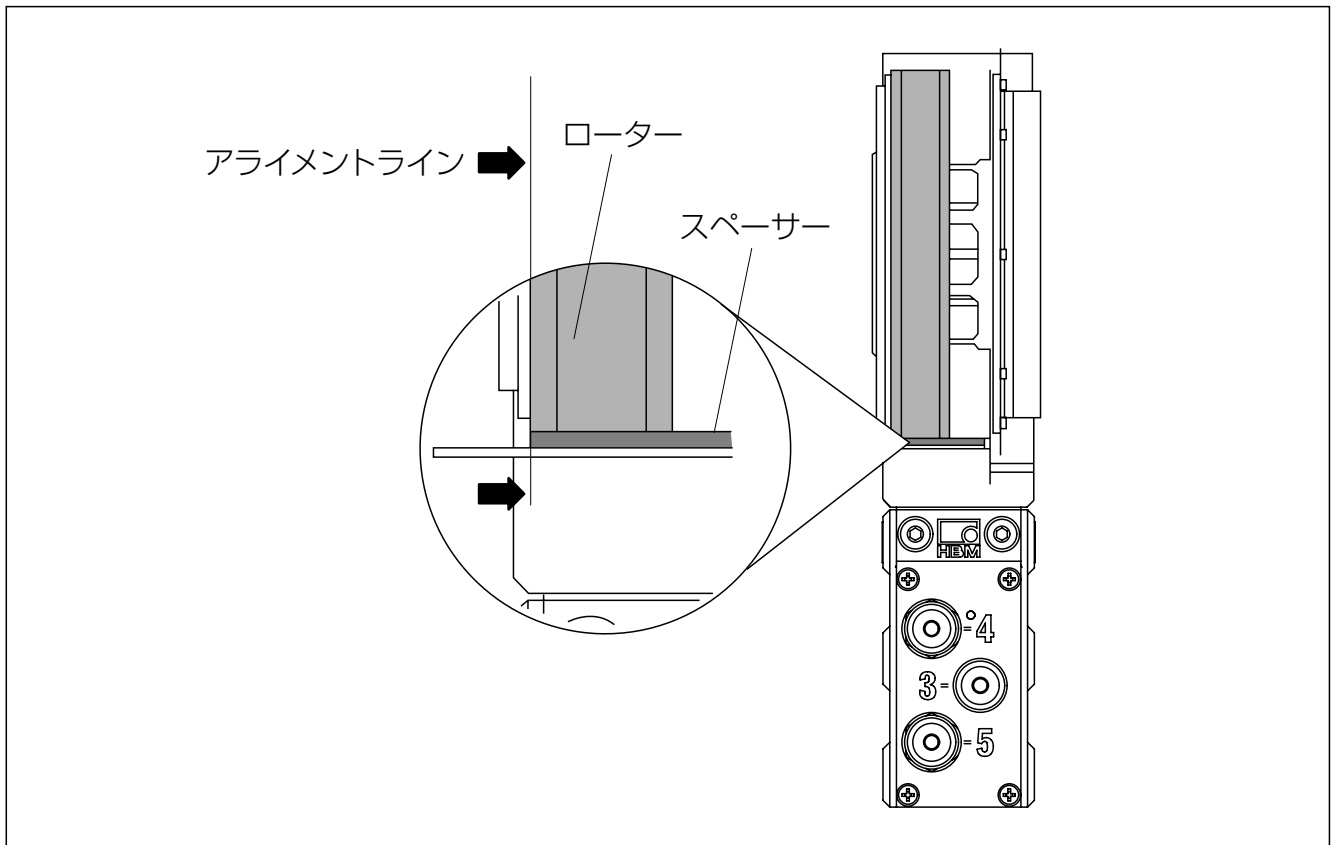

図6.16：ローターの軸方向の位置合わせ
5. スターターとローターの軸方向の位置合わせをするために、スペーサーを使用下さい。ローターは、図6.16のように、赤いスペーサーの端と一直線になるようにして下さい。